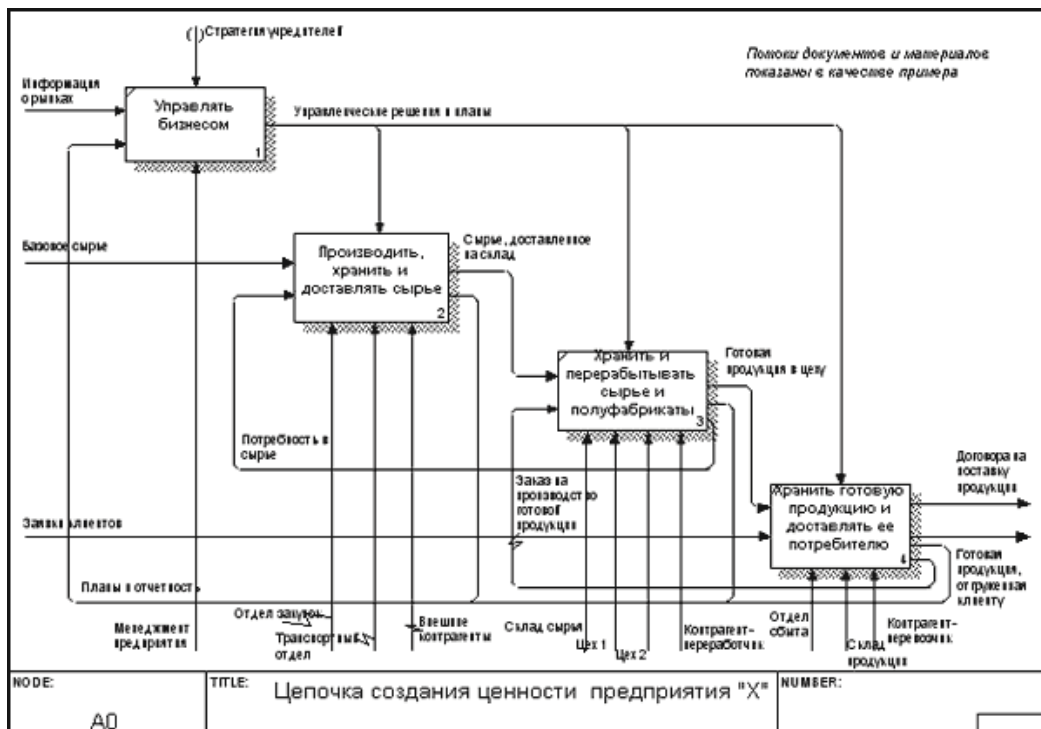

Рисунок 5. Фрагмент модели в IDEF0, построенной на основе цепочек создания ценности. Диаграмма A0.
- Какой бизнес процесс выделен на рис. 5? Какие подразделения задействованы в этом процессе? Каким образом распределена ответственность между подразделениями в рамках реализации данного процесса?